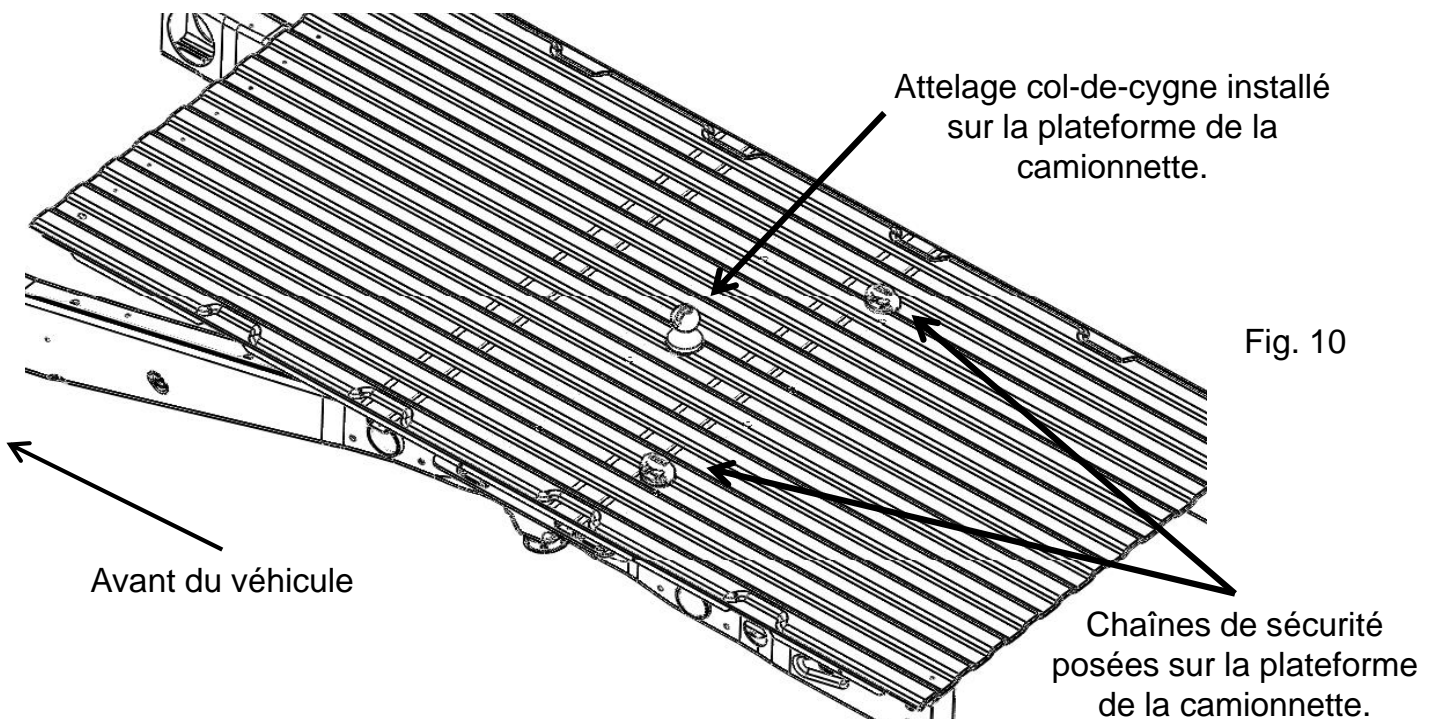

Fig. 10
- Une fois le dessus du tube-récepteur du col-de-cygne situé dans le trou (voir figure 10), serrer la visserie au couple de 180 lb-pi ; ensuite le support des chaînes de sécurité (voir le manuel d'instructions) et la boule d'attelage 2-5/16 po peuvent être posés.